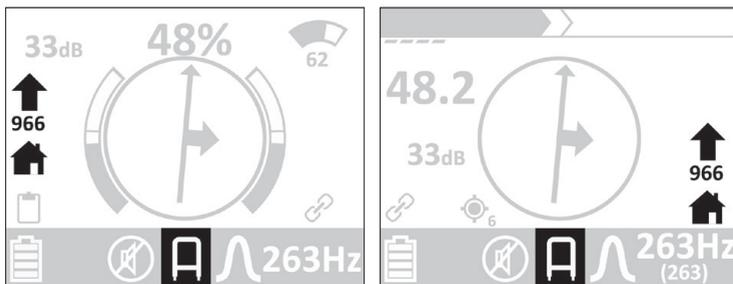
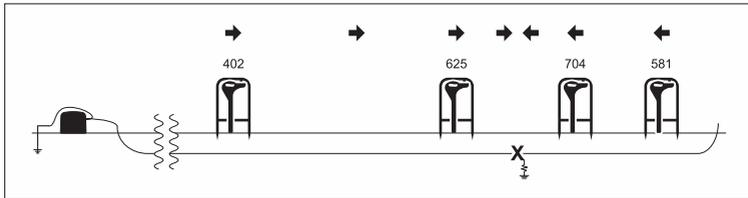

Fig. 32: Ecrã do recetor – Sinalizador de tensão de passo conectado (aqui: sinal de falha no cabo 966)
Fig. 34: Localizar falha no cabo com sinalizador de tensão de passo
Em caso de aproximação de uma falha no cabo, o sinal de falha no cabo (valor numérico) aumenta (fig. 32 e fig. 34).
Exatamente por cima de uma falha do cabo, a seta de direção muda de direção. A falha no cabo encontra-se a meio, por baixo do sinalizador de tensão de passo (fig. 34).
- Aproxime-se da falha no cabo colocando o sinalizador de tensão de passo à frente e atrás (fig. 34).